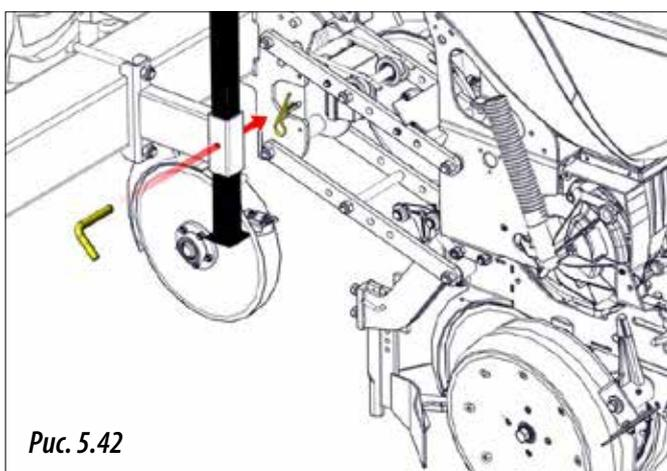

Рис. 5.42
- 4- Установите на место болт и штифт (рис. 5.42).